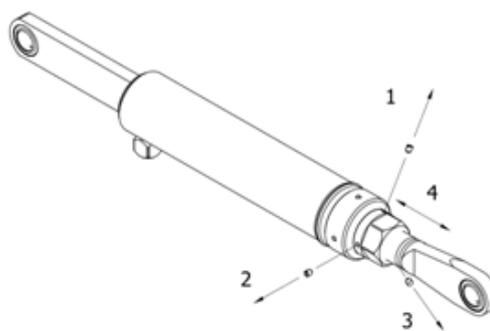

Figura 39. Ajuste de la longitud del cilindro
2. Aflojar y quitar los tornillos de bloqueo (ítems 1, 2, 3, véase Figura 39).
3. Girar la tuerca (ítem 4, véase Figura 39) para ajustar la longitud del cilindro y la posición del puente. Utilizar la herramienta ZEPRO con nº de ref. 59693 (60 mm). Ajustar siempre los dos cilindros.